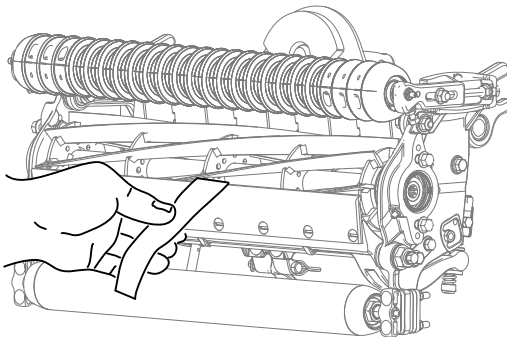

Bild 11
12. Testen Sie die Schnittleistung, indem Sie einen langen Streifen des Toro Schnittleistungspapiers senkrecht zum Untermesser zwischen die Spindel und das Untermesser legen (**Bild 11**).